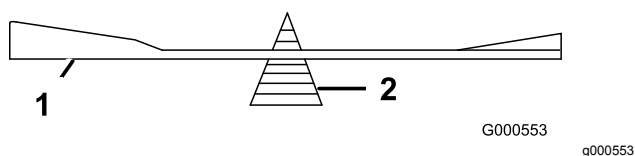

Figura 76
- Controllate l'equilibrio della lama posizionandola su un bilanciatore (Figura 76).